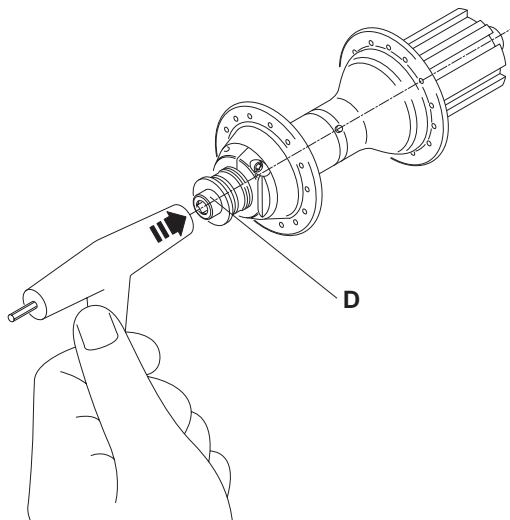

Fig. 4
- Per aumentare il gioco del perno svitate quanto basta la ghiera (C) ruotandola in senso antiorario con la mano o con una chiave da 21 mm. Battete leggermente sulla vite (D) col manico in plastica della chiave a brugola (Fig. 4 - Pag. 14).
- Avvitate la vite (A) col cacciavite (per **Daytona**) o con la chiave inserita a fondo (per **Record e Chorus**), fino a chiudere completamente lo spazio (X) sulla ghiera (C).
- To increase axle play, loosen locking (C) by turning it counter-clockwise by hand or with a 21 mm wrench. Strike screw (D) lightly with the plastic handle of the Allen wrench (Fig. 4 - Pag. 14).
- Tighten the screw (A) with the screwdriver (for **Daytona**) or the wrench properly seated on it (for **Record** and **Chorus**) until the gap (X) on the locking (C) is completely closed.
- Um das Spiel der Achse zu vergrößern die Buchse (C) lockern. Dazu die Buchse gegen den Uhrzeigersinn mit der Hand oder mit einem 21 mm Schlüssel drehen. Mit dem Kunststoffstil des Inbusschlüssels leicht auf die Schraube (D) schlagen (Abb. 4 - S. 14).
- Bei **Record** und **Chorus** die Inbusschraube (A) mit dem tief eingeführten Schlüssel und bei **Daytona** mit dem Schraubenzieher so lange anziehen, bis der Abstand (X) zur Buchse (C) vollkommen geschlossen ist.
- Pour augmenter le jeu de l'axe, dévissez dans la mesure nécessaire la bague (C) en la tournant dans le sens inverse des aiguilles d'une montre avec la main ou avec une clé de 21 mm. Frappez légèrement sur la vis (D) avec le manche en plastique de la clé Allen (Fig. 4).
- Vissez la vis (A) avec la clé insérée à fond jusqu'à fermer complètement l'espace (X) sur la bague (C).
- Para aumentar el juego del eje, desenroscar cuanto sea necesario la virola (C) girándola en sentido contrario a las agujas del reloj con la mano o con una llave de 21 mm. Golpear ligeramente el tornillo (D) con el mango de plástico de la llave hexagonal (Fig. 4).
- Enroscar el tornillo (A) con la llave Allen introducida hasta el fondo (para **Record** y **Chorus**) o el destornillador a cruz (para **Daytona**), hasta cerrar completamente el espacio (X) sobre la virola (C).
- Om speling op de as te verhogen: draai borgmoer los tegen de richting van de klok in met de hand of met een 21 mm sleutel. Klop licht op schroef (D) met het plastic handvat van de imbussleutel (Fig. 4).
- Draai de bout (A) met de sleutel aan totdat het gat (X) van de borgmoer (C) volledig is afgedicht.